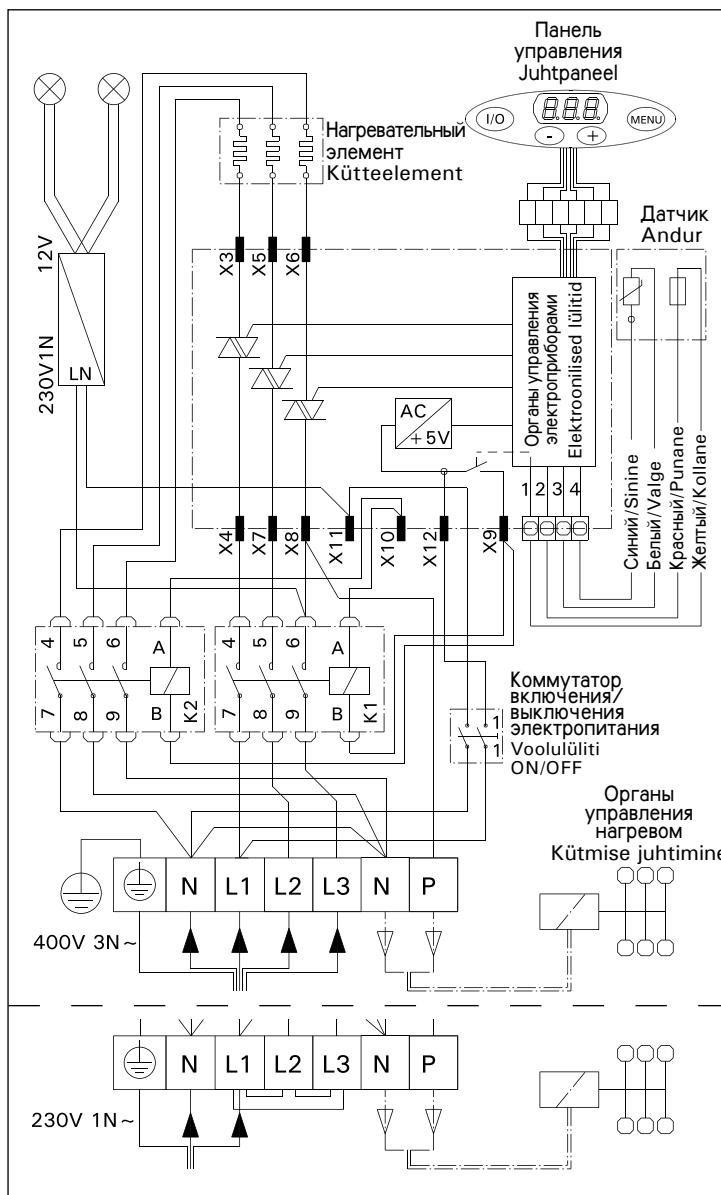

Рисунок 7.
Кроме разъемов питания каменки FU оснащены также разъемом (P), который делает возможным управление электрическим нагревом. (см. рис. 7).